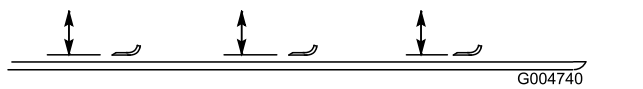

Figura 23
3. Ruotate la lama fino a quando le estremità non sono rivolte in avanti e indietro e misurate la distanza tra l'interno dell'apparato di taglio e il tagliente sulla parte anteriore della lama (Figura 23).